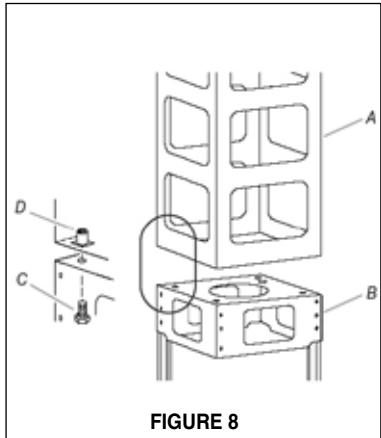

FIGURE 8
5. Si en utilisant **Le Haut Kit de Cheminée de plafond**, enlever COUVERCLE CHEMINÉE de la PROLONGATION DE CHEMIN'EE (**A de la FIGURE 8**). Placez la PROLONGATION DE CHEMIN'EE au-dessus de TREILLIS (**B de la FIGURE 8**) de sorte que les bords extérieurs et les trous électriques alignent. Attachez la PROLONGATION DE CHEMIN'EE à la TREILLIS à l'aide des boulons (**C de la FIGURE 8**). Serrez les boulons solidement.